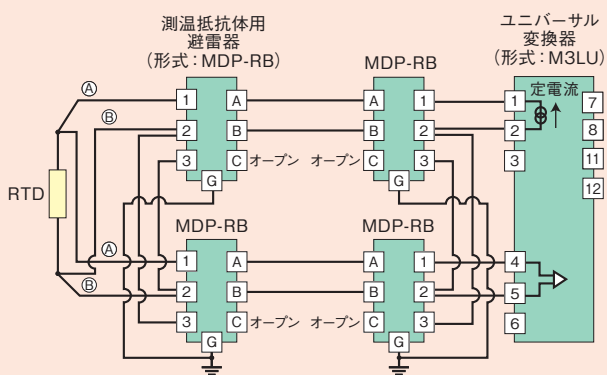

図1
対応可能です。なお、測温抵抗体RTD側と信号変換器M3LU側両方を保護する場合は、図1に示すようにMDP-RBが4台必要になります。つまり、片側を2台で保護することになり、2台のMDP-RB間で発生する過電圧を抑えるため、図1に示すようにそれぞれの②端子と③端子を相互に接続する必要があります。【井上】